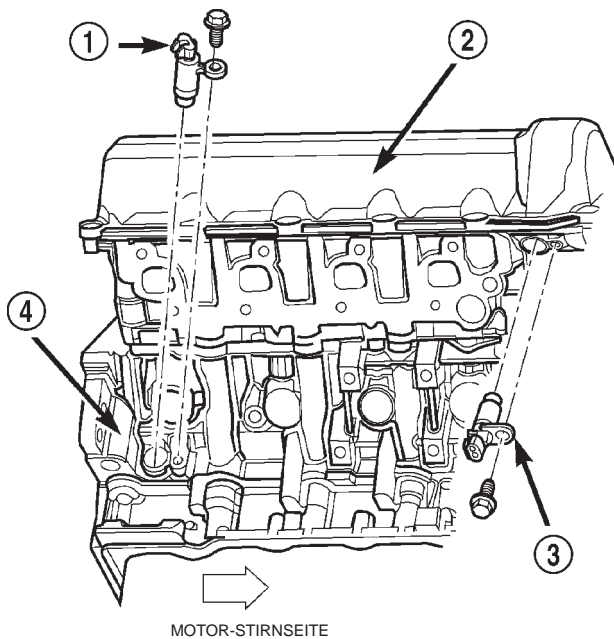
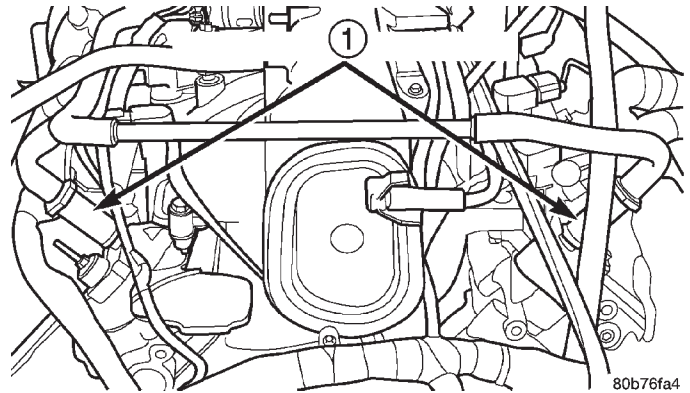
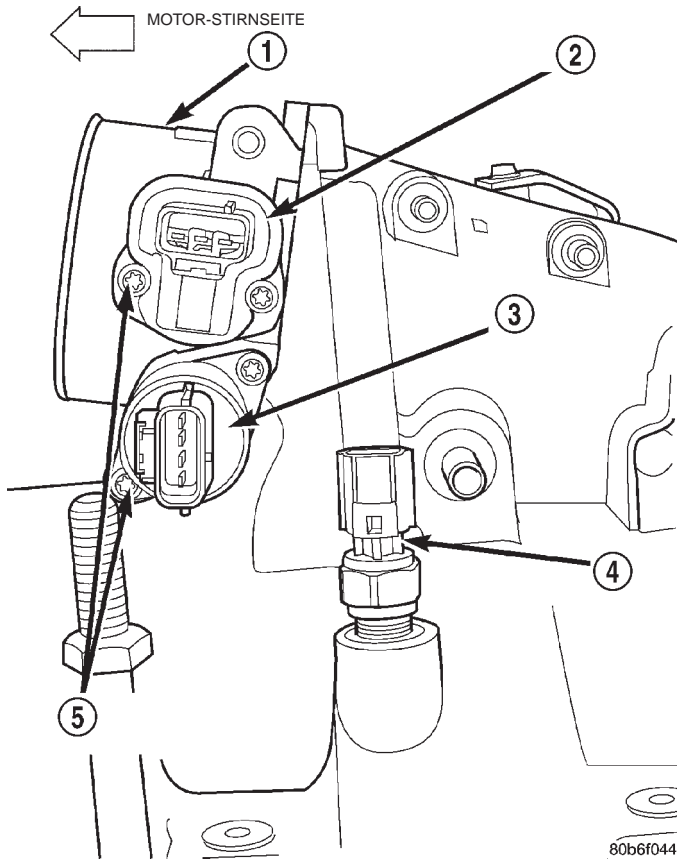
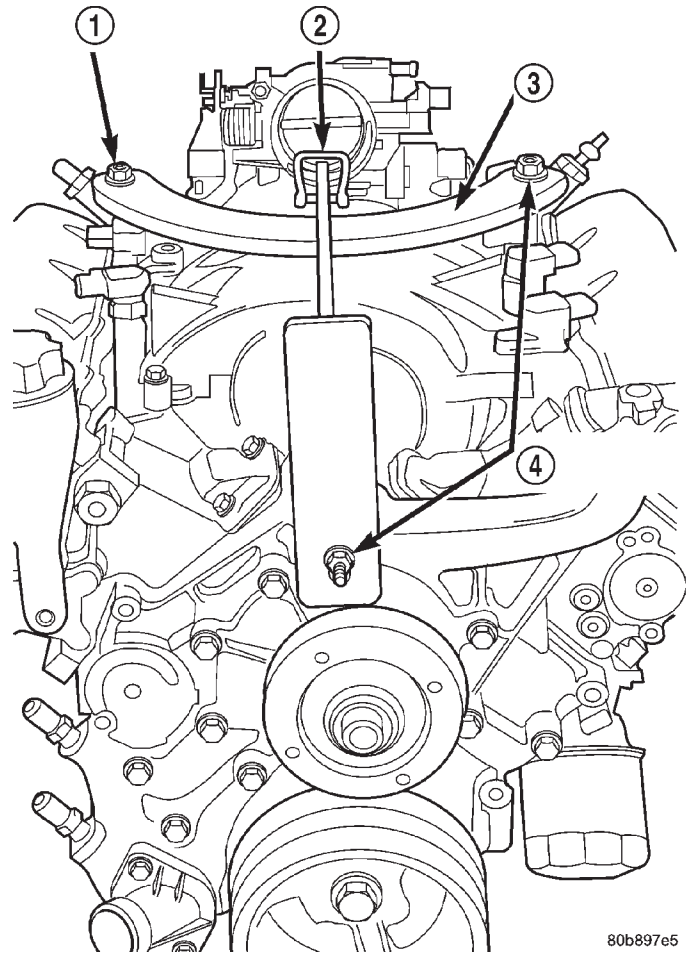

Abb. 38 Kurbelwinkelgeber
Abb. 39 Verbindungspunkte Kurbelgehäuse-Entlüftung
Abb. 40 Verbindungspunkte/Drosselklappengehäuse
Abb. 41 Befestigungspunkte der Motorhebevorrichtung
(2) Vordere Verkleidung demontieren. Näheres zum entsprechenden Arbeitsgang siehe "Karosserie".
(3) Fahrzeug mit einer Hebebühne anheben.
(4) Verbindungsrohr der Auspuffkrümmer abbauen. Näheres hierzu siehe Kapitel 11, "Auspuffanlage".
(5) Die beiden Massebänder unten links und ein Masseband unten rechts vom Motor abnehmen.
(6) Kurbelwinkelgeber abklemmen (Abb. 38).
(7) Versteifungsteil abnehmen. Näheres zum entsprechenden Arbeitsgang siehe "Versteifungsteil" in diesem Kapitel.
(8) Anlasser demontieren. Siehe "Startanlage".
(9) Gummispritzschutzteil demontieren.
(10) Kühlmittel ablassen. Siehe "Kühlanlage".
(11) Schrauben am Drehmomentwandler herausdrehen (nur Automatikgetriebe). Siehe "Getriebe".
(12) Befestigungsschrauben zwischen Getriebe und Motor herausdrehen.
(13) Das Netzkabel von der Motorblockheizung abklemmen.
(14) Fahrzeug absenken.
(15) Ansaugeräuschkämpfer des Drosselklappengehäuses ausbauen und den Ansaugschlauch abnehmen.
(16) Betätigungszüge von Drosselklappe und Tempomat aushängen.
(17) Rohrstücke von den Kurbelgehäuse-Entlüftungen links und rechts demontieren, dann die Entlüftungsteile abbauen (Abb. 39).
(18) Kältemittel ablassen. Siehe "Heizung und Klimaanlage".
(19) Lüfterabdeckung, Lüfter und Antriebsriemen/Zusatzaggregate ausbauen. Näheres zum entsprechenden Verfahren siehe "Kühlanlage".
(20) Klimakompressor ausbauen.
(21) Getriebeölkühlerleitungen vom Kühler abbauen.
(22) Unteren Kühlerschlauch vom Thermostatgehäuse demontieren. Siehe Kapitel 7.
(23) Verdampfer/Klimaanlage ausbauen. Siehe "Heizung" und "Klimaanlage".
(24) Kühler ausbauen. Siehe "Kühlanlage".
(25) Lichtmaschine ausbauen.
(26) Die beiden Heizungsschläuche von der Steuerkettenabdeckung abklemmen.
(27) Motorkabelbäume an den folgenden Stellen abklemmen:
- Ansaugluft-Temperaturfühler (IAT); (Abb. 40)
(28) Druck am Kraftstoffverteilerrohr verringern, dann die Schnelltrennkupplungen/Kraftstoffleitung am Kraftstoffverteilerrohr abklemmen. Näheres zum entsprechenden Verfahren siehe "Kraftstoffanlage".
(29) Servopumpe ausbauen und beiseite legen.
(30) Massebänder links vom Motor abklemmen.